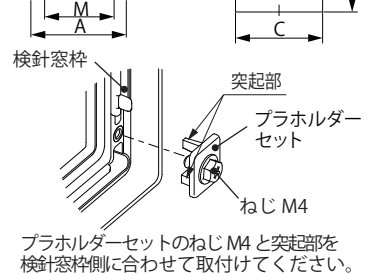

図2 取付方法
3. 取付穴に検針窓をセットし、ブラホルダーセットで取付けてください。(図2)